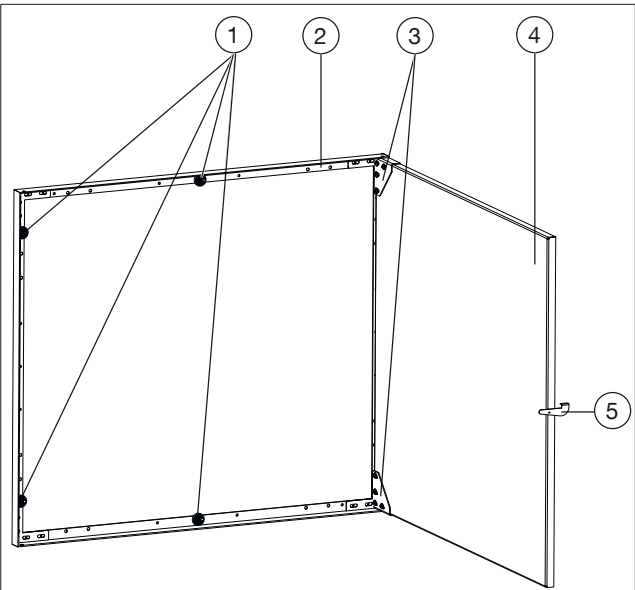
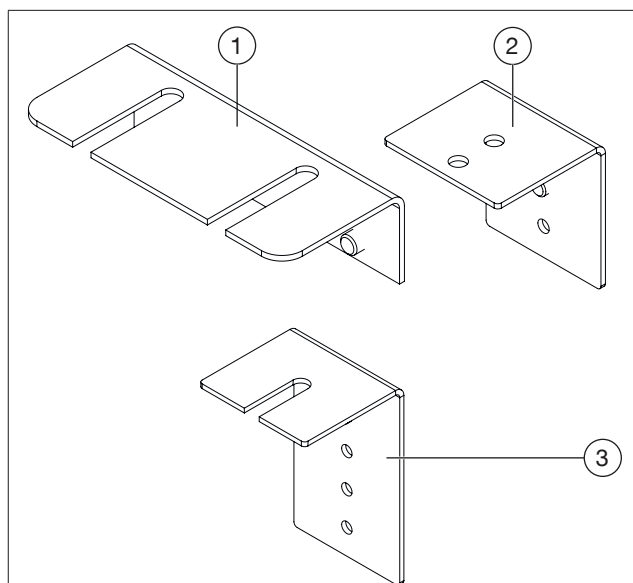

Fig. 1: Construction de la porte de visite
Fig. 5: Équerres de fixation jointes à la livraison
- Ouvrir complètement la porte (voir Fig. 1 en page 24).
5. Visser à la main les équerres de fixation (1) (voir Fig. 5 en page 25) sur le cadre (voir Fig. 1 en page 24).
1. Ouvrir complètement la porte (voir Fig. 1 en page 24).